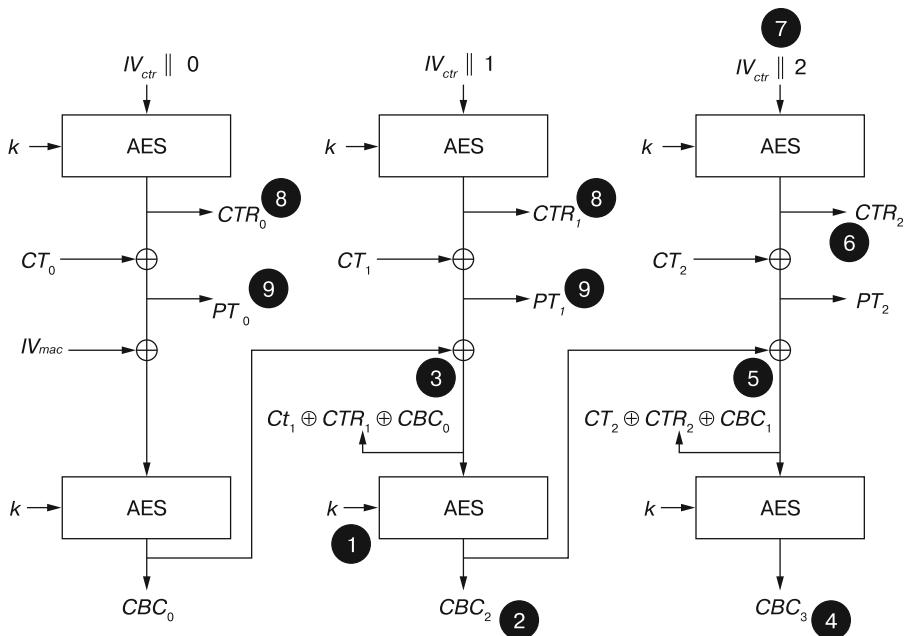
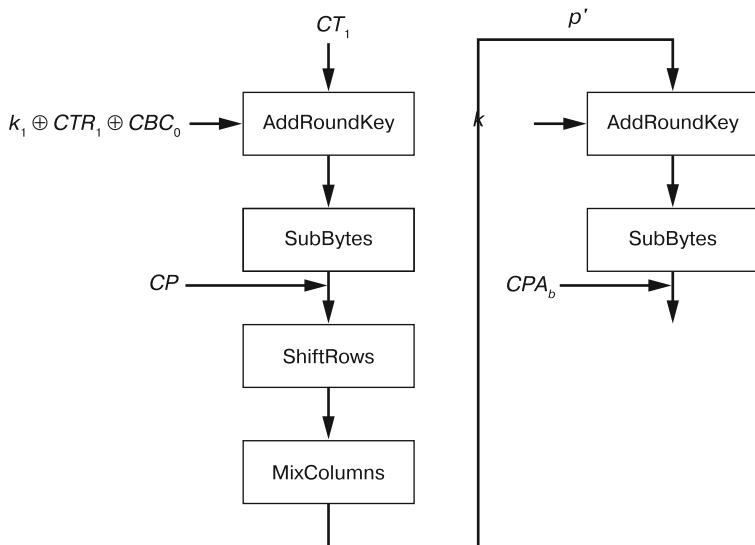

Рис. 13.3. Все, что вам нужно знать об AES-CCM для проведения атаки
Рис. 13.4. Две атаки CPA: одна на преобразованный ключ и одна на обычный
Алгоритм AES-CCM используется для шифрования и аутентификации файла прошивки (спецификацию AES-CCM можно найти в IETF RFC 3610), поэтому мы не можем просто так взять и загрузить поддельный образ. Сначала нам нужно извлечь ключ. Для этого флеш-чип SPI становится нашим «входом» в алгоритм шифрования, который мы можем взломать с помощью анализа потребляемой мощности. В этом случае CCM усложняет все чуть больше, чем может показаться на первый взгляд. У нас больше нет прямого доступа к режимам шифрования, поскольку в AES-CCM используется режим AES-CTR и AES-CBC. На рис. 13.3 приведен обзор CCM, включающий лишь то, что нам нужно для атаки.
В случае с CCM мы не можем атаковать операцию $\text{AddRoundKey}(k, CT_m \oplus CTR_m \oplus CBC_{m-1})$, но можем атаковать $\text{AddRoundKey}(k \oplus CTR_m \oplus CBC_{m-1}, CT_m)$, поскольку контролируем значение CT_m ! Если предположить, что у целевого устройства есть утечки, то мы можем использовать CPA_a (рис. 13.4), чтобы найти преобразованный ключ $k \oplus CTR_m \oplus CBC_{m-1}$, что само по себе бесполезно. Этот преобразованный ключ позволяет вычислить все промежуточные данные до второй операции $\text{AddRoundKey}(k, p')$. Во второй операции AddRoundKey снова используется значение k , которого мы не знаем. Однако мы знаем преобразованный раундовый ключ и CT , поэтому можем вычислить p' . Теперь мы можем применить стандартную атаку CPA_b , используя p' , чтобы восстановить k со второго раунда AES.
Получив значение k (❶ на рис. 13.3), мы должны выполнить еще несколько действий. Обратите внимание, что у нас до сих пор нет PT и ни одного IV . Однако значение k позволяет нам завершить «модифицированный» расчет AES на рис. 13.4 для получения блоков CBC_m ❷. Этот блок можно расшифровать, чтобы получить $CT_m \oplus CTR_m \oplus CBC_{m-1}$ ❸, и, поскольку мы знаем CT_m , узнаем и $CTR_m \oplus CBC_{m-1}$.